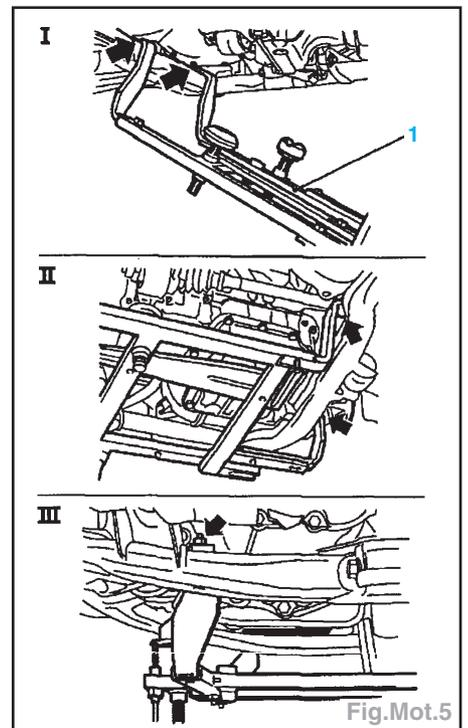

Fig.Mot.5
- Monter l'outil KM-6169 (1) et le placer à G sur le corps d'essieu, placer les deux supports coté D sur le corps d'essieu AV et serrer les vis (Fig.Mot.5).